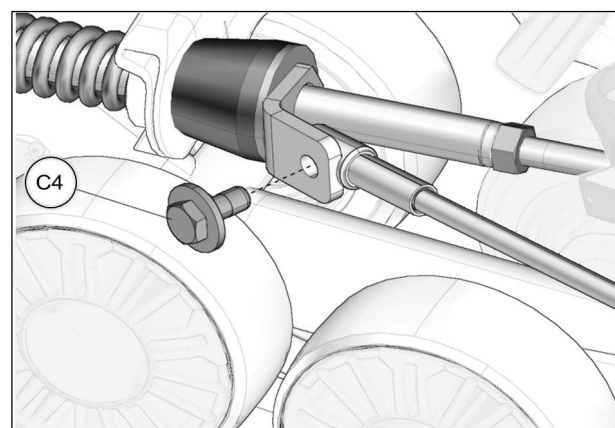

Fig. 28
19. Tourner légèrement le volant dans le sens contraire jusqu'à ce que le câble puisse être fixé à la plaque de support en utilisant le boulon (C4) fourni. Serrer à un couple de 35 Nm [24 lb•pi]. Voir la Fig. 28. Effectuer le même exercice du côté droit.